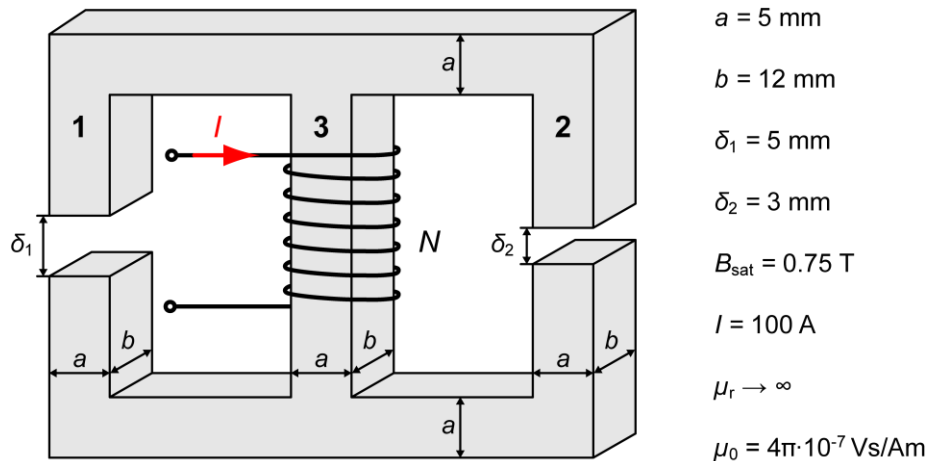

Fig. 4.1: Wicklung auf dreischenkligem Kern.
Gegeben sei die Anordnung einer Induktivität, welche gemäss **Fig. 4.1** aus einer Wicklung mit Windungszahl N auf einem dreischenkligen Kern besteht. Die Schenkel 1 und 2 des Kerns weisen je einen Luftspalt mit den Spaltbreiten δ_1 bzw. δ_2 auf. Alle Querschnittsflächen des Kerns sind gleich gross und besitzen die Abmessungen $a = 5 \text{ mm}$ und $b = 12 \text{ mm}$. Sie dürfen von einer relativen Permeabilität $\mu_r \rightarrow \infty$ des Kernmaterials ausgehen.
- Zeichnen Sie das zugehörige Reluktanzmodell der Anordnung in **Fig. 4.1** und berechnen Sie die darin enthaltenen magnetischen Widerstände. **(8 Pkt.)**